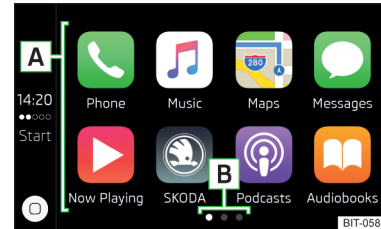

Abb. 160
- ▶ Im Hauptmenü Apple CarPlay die gewünschte Anwendung im Bereich **A** » Abb. 160 auswählen.